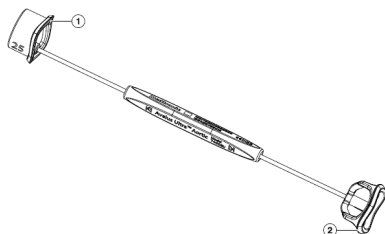
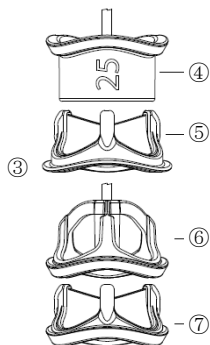

図 1 サイザのバレルヘッド、及びレプリカヘッド
図 2
本品は、ポリスルホン、及びニチノールから構成される。本品を用いて患者の自己弁輪径を直接測定することにより、Avalus大動脈弁 (Avalus Ultra) の適正なサイズを選択することができる。各サイザは、自由に変形できるニチノールワイヤで接続されたバレルヘッド、及びレプリカヘッドを有する (図 1)。サイザは、人工生体弁のサイズ (19、21、23、25、及び 27mm) ごとに、対応するサイズのほか、29mm が同梱される (下表参照)。各々のサイズは、サイザハンドル部、及びバレルヘッドに表示されている。バレルヘッドの外径は、Avalus大動脈弁 (Avalus Ultra) の三葉弁サポートフレームのセンターラインとおおよそ等しい (図 2)。レプリカヘッドは、実際に生体弁が植え込まれた状態、すなわち生体弁の縫着輪が上方に折りたたまれた状態のサイズを示す (図 2)。レプリカヘッドの内径は、Avalus大動脈弁 (Avalus Ultra) の弁口面積を示す。レプリカヘッドのステントポストは生体弁のステントポストの外径、高さ、及び幅の形状を示す。サイザは再使用可能であり、未滅菌で供給される。
- ③. 生体弁サイズは、バレルヘッドの外径、及び三葉弁サポートフレームの中心と一致する (図 2 ④⑤)。レプリカヘッドは、縫着輪が折りたたまれた生体弁と一致する (図 2 ⑥⑦)。
④. バレルヘッド
⑤. 生体弁; フラットな縫着輪
⑥. レプリカヘッド
⑦. 生体弁; 折りたたまれた縫着輪